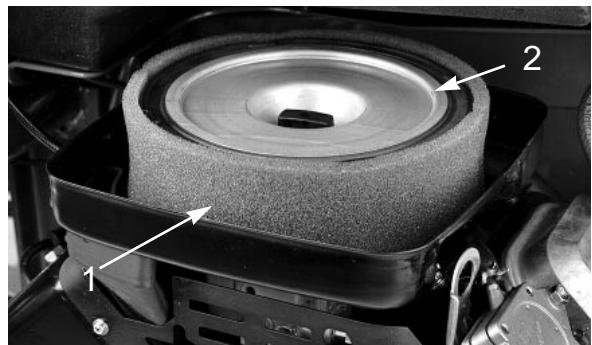

図45
3. スポンジが汚れていれば、ペーパーエレメント（図45）から外して洗浄する。